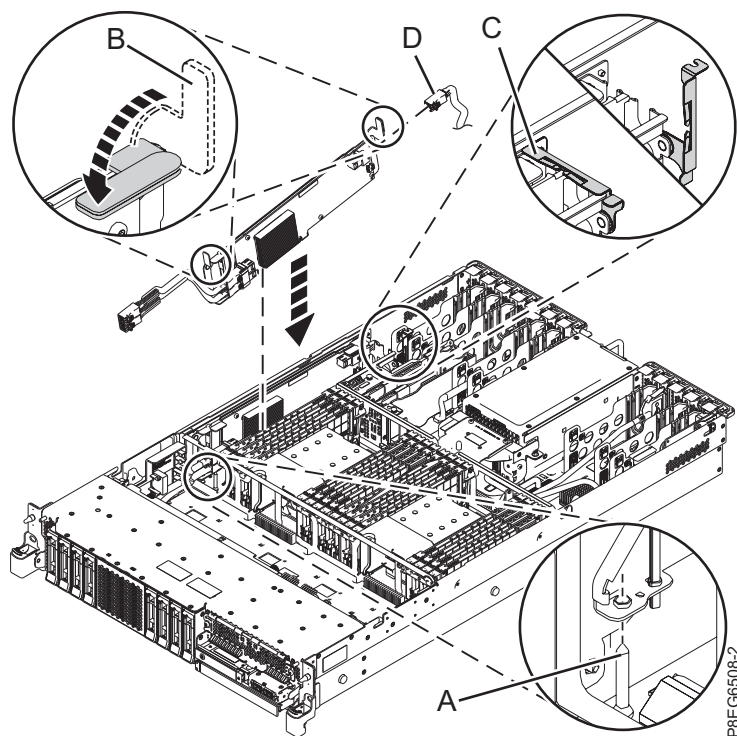

Figure 4. Remise en place de la carte SAS RAID
2. Branchez le câble SAS dans le port de connecteur avant de la carte SAS RAID interne. Appuyez sur le connecteur jusqu'à ce que vous entendiez un clic. L'extrémité du câble dotée de l'étiquette du fabricant se branche dans le fond de panier de l'unité de disque. Pour plus d'informations, voir figure 4, à la page 7.
6. Appuyez sur les poignées bleues (**B**) dans la direction illustrée à la figure 4, à la page 7.
7. Appuyez sur le crochet de fixation du câble (C) dans la direction illustrée à la figure 4.